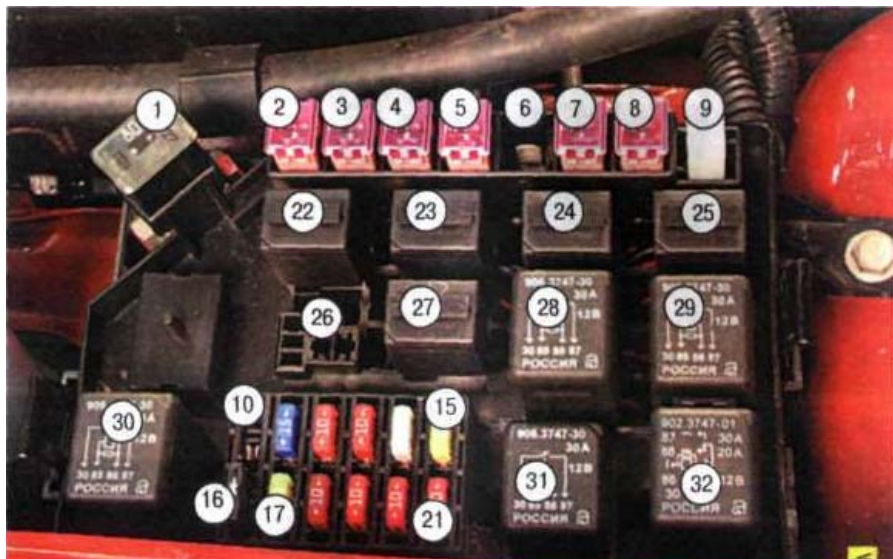

Рис. 10.2. Номера предохранителей, плавких вставок и реле в монтажном блоке, расположенном в подкапотном пространстве
10. Для замены главного предохранителя №1 (см. рис. 10.2) выверните два болта...